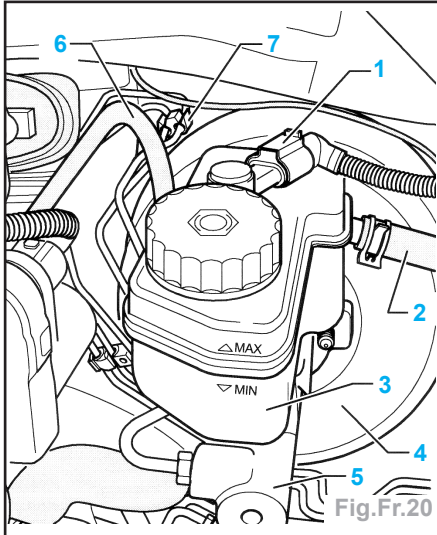
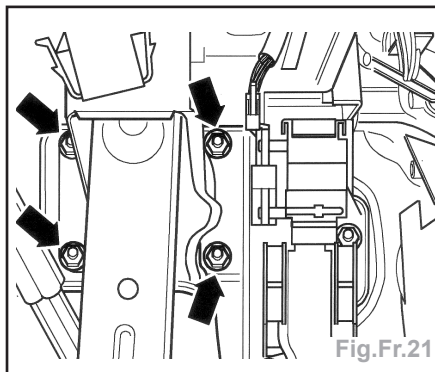

Fig.Fr.20
Fig.Fr.21
- Débrancher la fiche (**1**) du contacteur d'alerte de niveau de liquide de frein (Fig.Fr.20).
- Débrancher la fiche (1) du contacteur d'alerte de niveau de liquide de frein (Fig.Fr.20).
- Déclipser du réservoir de liquide de frein la Durit de dépression (6).
- Débrancher la conduite d'écoulement du cylindre transmetteur d'embrayage (2) et le collier de Durit.
- Enlever la conduite d'écoulement du cylindre transmetteur d'embrayage (2) du réservoir de liquide de frein (3) et la relever.
- Déclipser les conduites de frein du support (7).
- Dévisser les conduites du maître-cylindre de frein tandem (5) et les fermer.
- Dévisser les écrous hexagonaux du servofrein (flèches) (Fig.Fr.21).